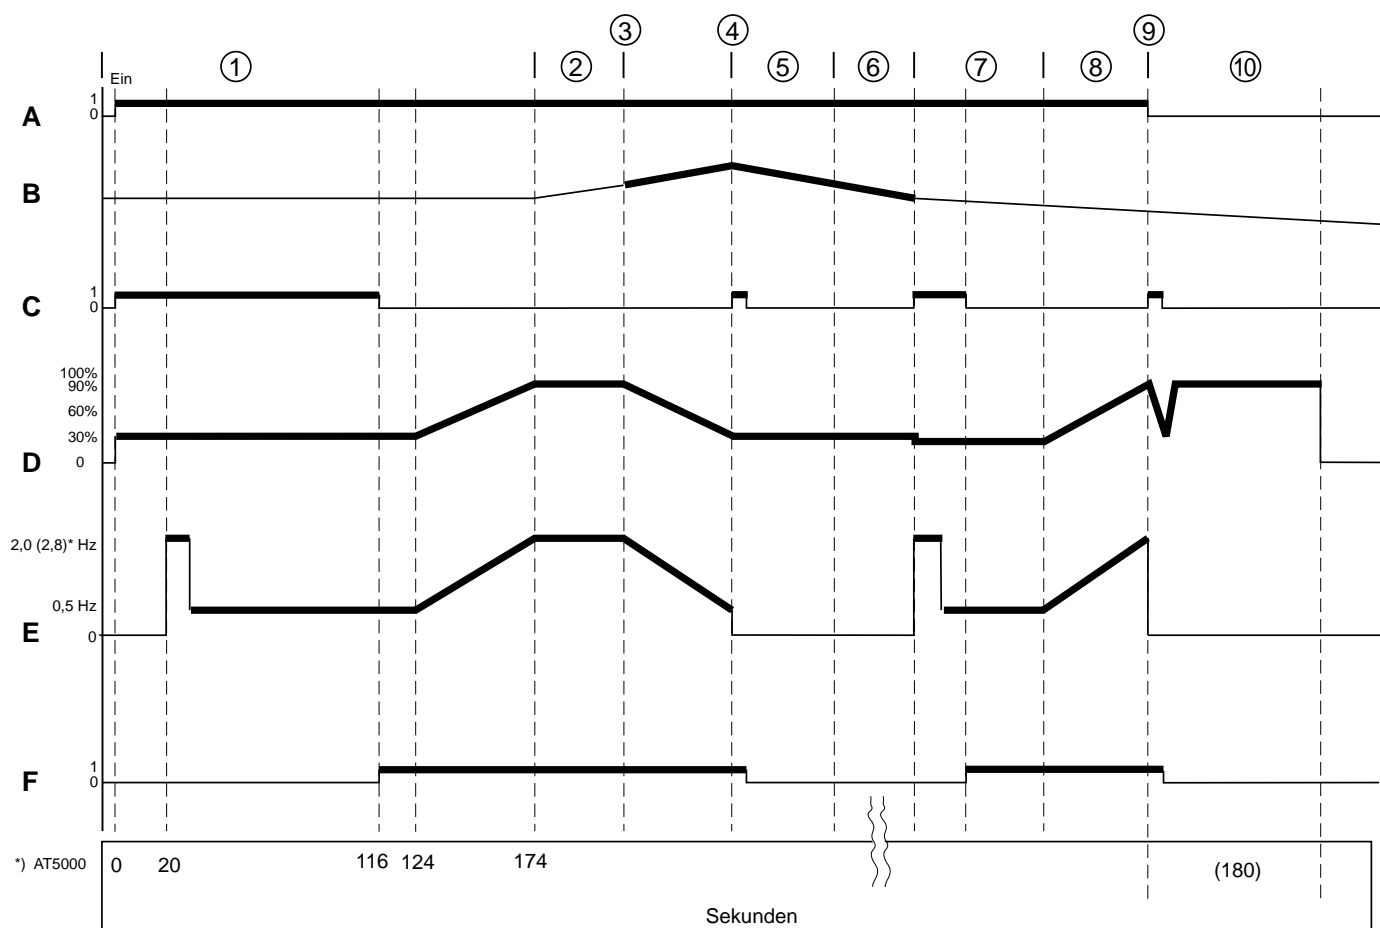

Abb. 301 Funktionsdiagramm
3. Funktionsbeschreibung (Abb. 301)